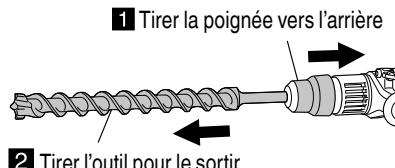

Fig. 8
- (3) Tirer sur l'outil pour s'assurer qu'il est bien verrouillé à fond.
- (4) Pour retirer l'outil, tirer complètement l'attache coulissante dans le sens de la flèche et sortir l'outil (Fig. 8).